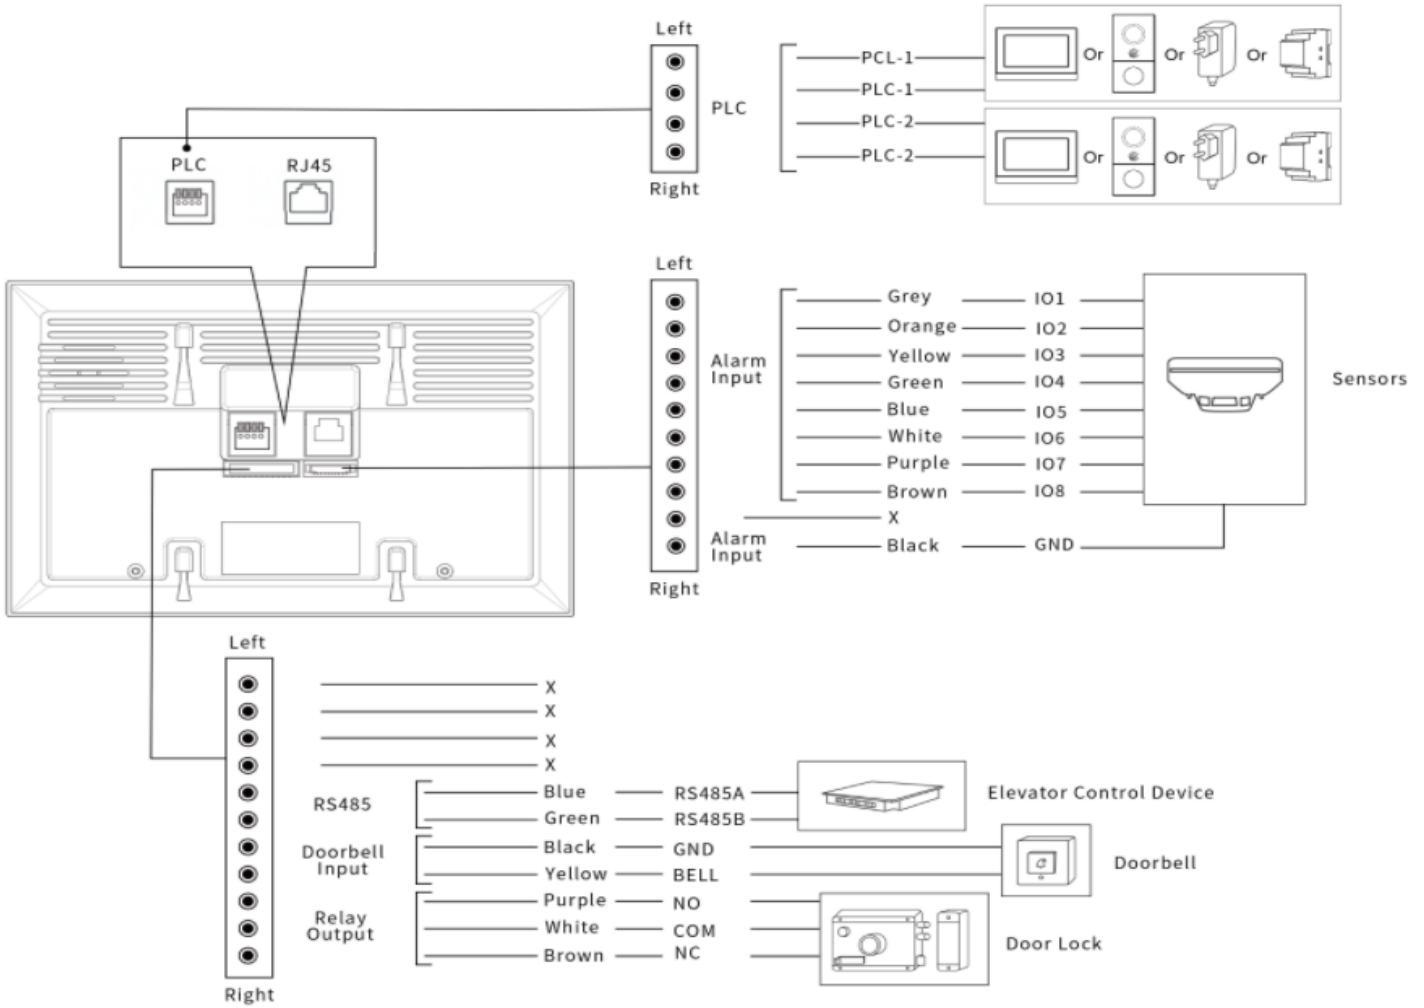

Figura 5: Monitor de interior MyBell de 2 cables - cableado
7. Conecte los cables según la figura 5.